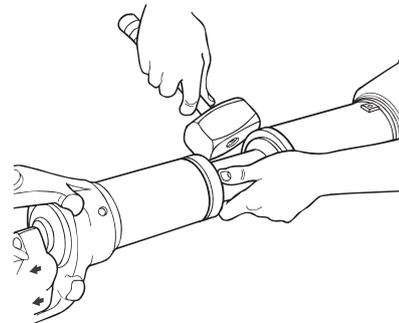
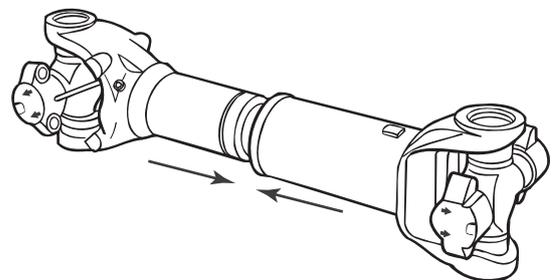

Figura 4.25
Figura 4.26
9. Use um martelo de bronze ou de cobre para bater o protetor sobre o selo. Empurre e una as seções da linha de transmissão. Figura 4.25 e Figura 4.26.